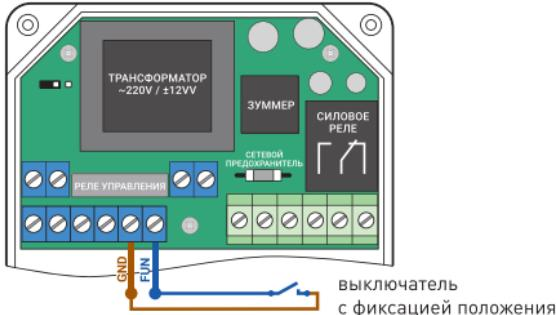

Рис. 7 Схема подключения переключателя с фиксацией положения
5.4 Рис. 7. Схема подключения к блоку управления переключателя (выключателя) с фиксацией положения. Переключатель служит для ручного дистанционного открытия/закрытия водоснабжения. При нажатии на переключатель (положение «ВКЛ») – подача воды перекроется шаровым электроприводом. При нажатии на выключатель (положение «ВЫКЛ») – подача воды откроется шаровым электроприводом.